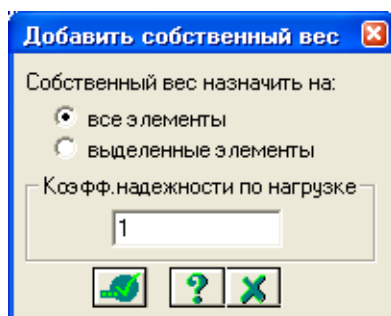

Рис.9.27. Диалоговое окно Добавить собственный вес
- Для задания нагрузки от собственного веса элементов каркаса, вызовите диалоговое окно **Добавить собственный вес** (рис.9.27) с помощью меню **Нагрузки** ⇒ **Добавить собственный вес**.